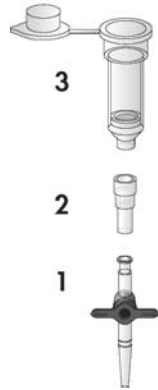

Figura 3. Ensamblado de los componentes del kit QIAamp DSP DNA Blood Mini para el procesamiento al vacío de las muestras.
Compruebe que ha montado correctamente la columna de centrifugación QIAamp Mini, el conector VacConnector (VC) y la válvula VacValve (véase la Figura 3).